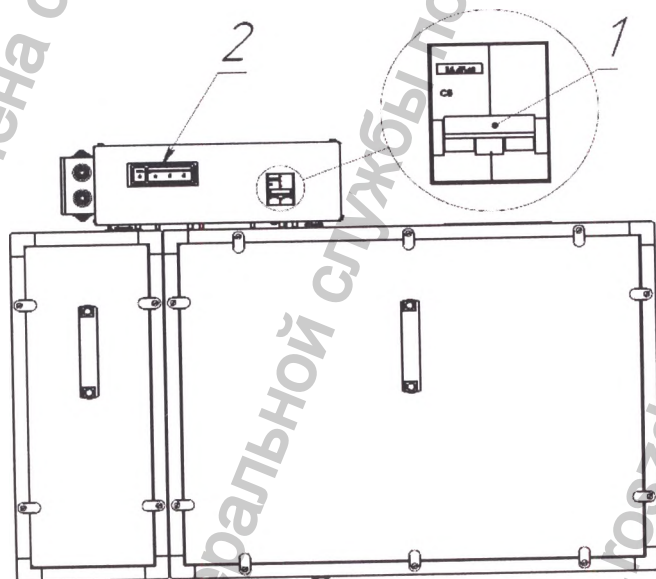

Рисунок 1.6 — Автомат включения/выключения прибора (поз. 1) и панель индикации (поз. 2)
1.1.4.2 Запуск прибора, подключенного к электросети без пульта индикации, осуществляется включением автомата на блоке автоматики (рисунок 1.6).
1.1.4.3 Запуск прибора, подключенного к электросети через пульт индикации, осуществляется включением автомата на блоке автоматики (рисунок 1.6) и двух автоматов на пульте индикации (рисунок 1.6, первый автомат — общий, второй автомат — соответствующий включаемому прибору).